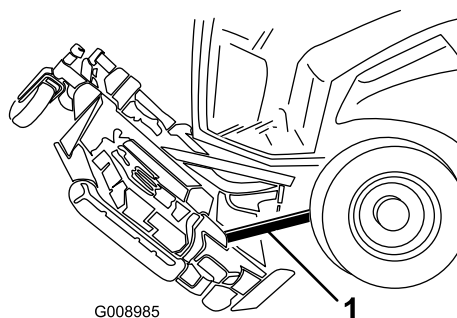

**Bild 134**
4. Entfernen Sie den Splint und den Lastösenbolzen, mit denen die Schnitthöhenkette an der Rückseite des Mähwerks befestigt ist (Bild 134).